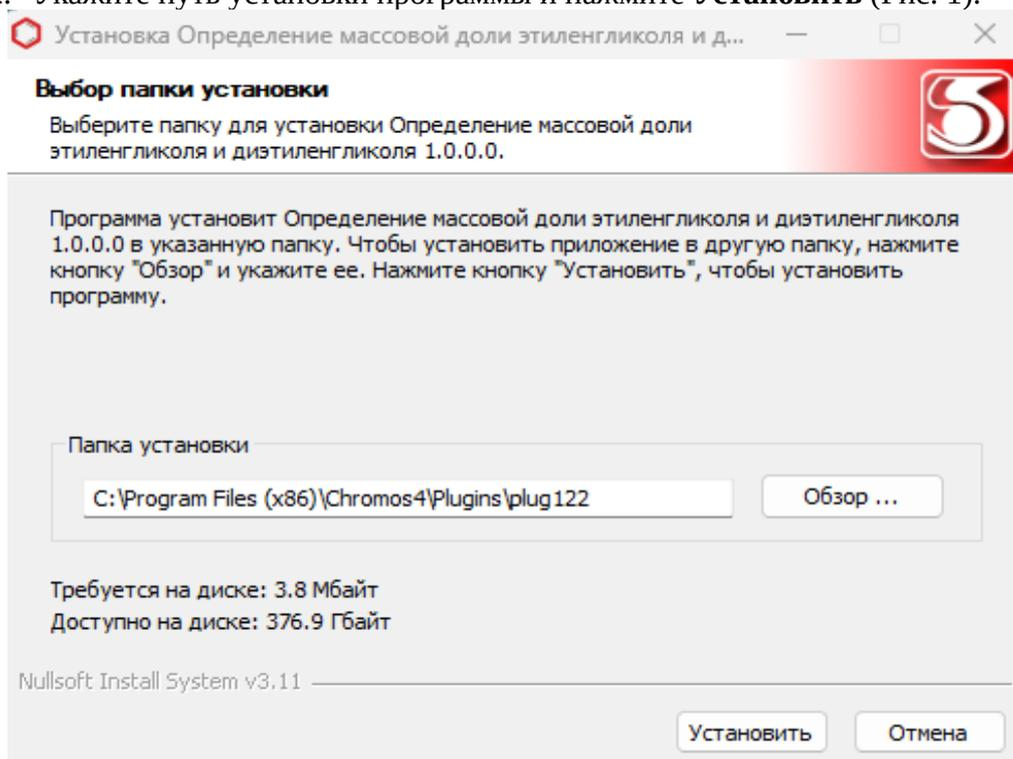

Рис. 1. Выбор пути установки
2. Укажите путь установки программы и нажмите **Установить** (Рис. 1).